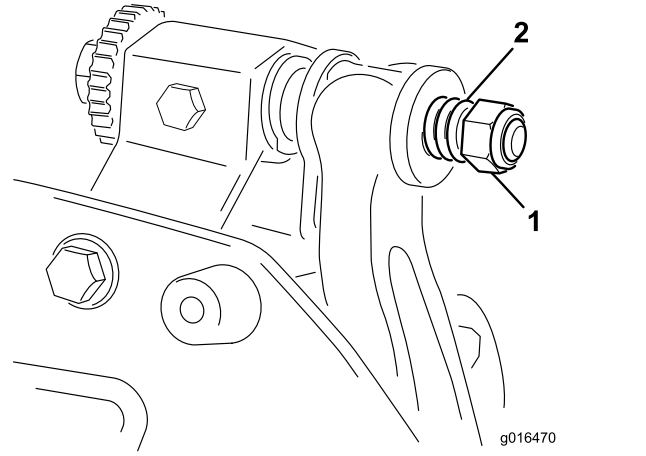

图 16
6. 旋紧弹簧加压螺母直到弹簧完全压紧然后往回松开 1/2 圈图 16。